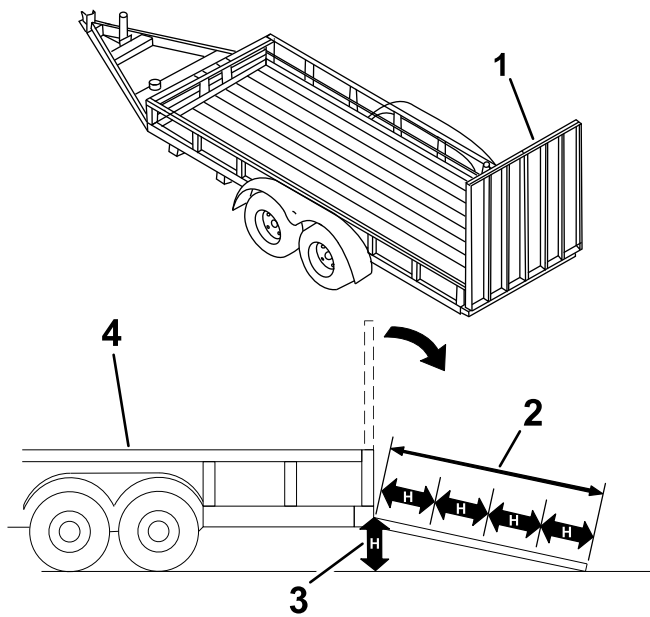

Bild 27
**Beim Verladen einer Maschine auf einen Anhänger oder Pritschenwagen erhöht sich die Gefahr, dass die Maschine umkippt und schwere oder tödliche Verletzungen verursacht (Bild 27).**